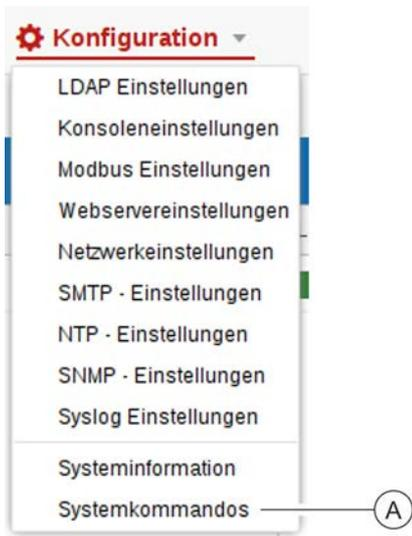

Abb. 244: Systemkommandos aufrufen
1. ➔ Über „*Konfiguration* → *Systemkommandos*“ das Fenster "Systemkommandos" aufrufen (Abb. 244/Ⓐ).